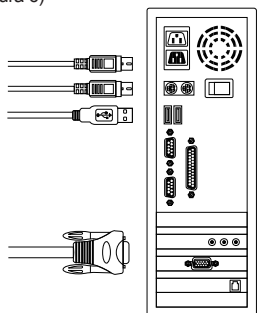
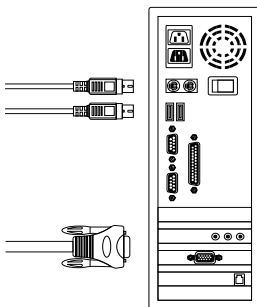

Figura 6. Painel frontal KVM-440
Figura 7. Painel frontal KVM-440
- A. ligue os conectores USB, PS / 2 (teclado / mouse) e VGA nos computadores. Nós recomendamos que os usuários conectem os computadores conforme a figura abaixo. (Figura 6)
- B. Ligue somente os conectores PS/2 (teclado / mouse) e VGA nos computadores (figura 7)
- B. Use o conjunto de cabo combo personalizado (ver Figura 5), para conectar um ou mais Switches KVM Slave, para qualquer porta do computador do Switch KVM Master. A conexão entre os Switches KVM deverá ser feita através de uma conexão PS / 2. (Consulte a Figura 6 e Figura 7).
A Figura 7 mostra como fixar os suportes de montagem para o Switch KVM para um padrão de rack de 19 polegadas.